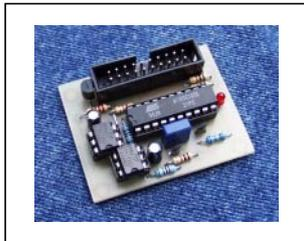

Abb. 1: Transmit Modul
1. Das erste Modul (Transmit Module, vgl. Abb. 1) wird an die Fernsteuerung anstelle eines beliebigen Steuerknüppel-Potentiometers angeschlossen. Es simuliert die Bewegungen eines Steuerknüppels (z.B. links-rechts), indem es Festwiderstände schaltet. Diese Modellierung geschieht in einer bestimmten Art und Weise, so daß die Stellung der 13 Schalter sicher zum Empfänger gelangt. Dabei wird nur ein Kanal benötigt, d.h. auch bei Kreuzknüppeln wird nur ein Potentiometer benötigt. Die Anschaltung an die Fernsteuerung ist galvanisch getrennt, d.h. es ist keine elektrische Verbindung zur Fernsteuerung vorhanden.